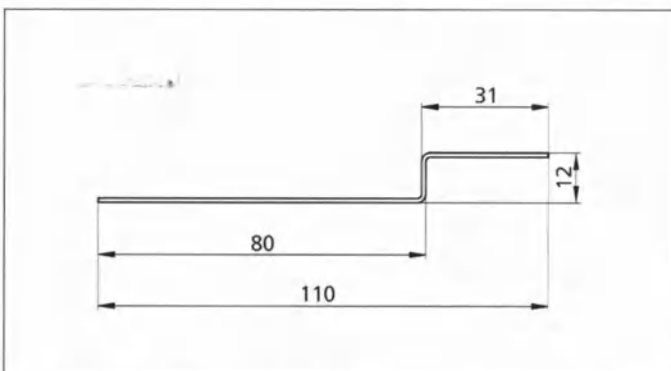

Рис. 29 Нижний профиль W
6.8. Нижний профиль W (Рис. 29)